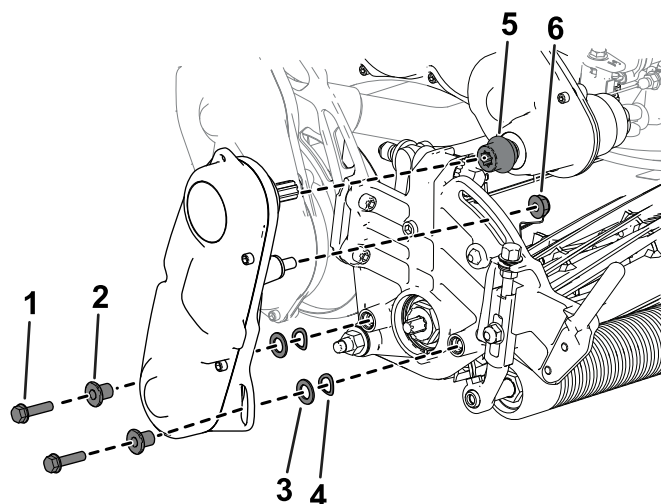

Figura 5
- Montați elementul de cuplaj la arborele de transmisie (Figura 5).
- Folosii elementele de fixare îndepărtate anterior pentru a monta ansamblul de acionare a cilindrului la unitatea de tăiere (Figura 5).
- Asigurați-vă că elementul de cuplaj (Figura 5) se poate mica cu ușurință înainte i înapoi pe arborele de transmisie.